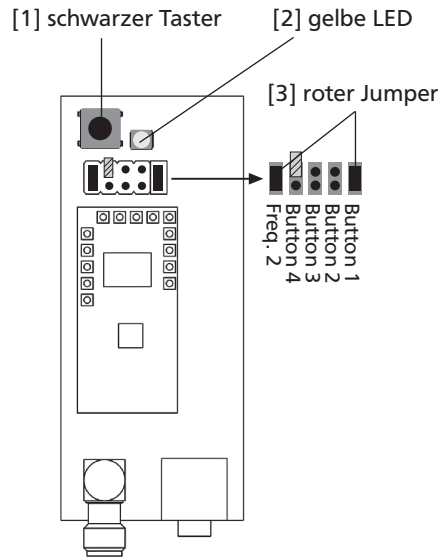

Abb. 4: Frequenz 2 gewählt und Taste 1 als Auslösetaste aktiviert, der Jumper auf Button 4 ist inaktiv.
*Abbildung 4* zeigt einen Empfänger, bei dem die zweite Arbeitsfrequenz aktiv ist.